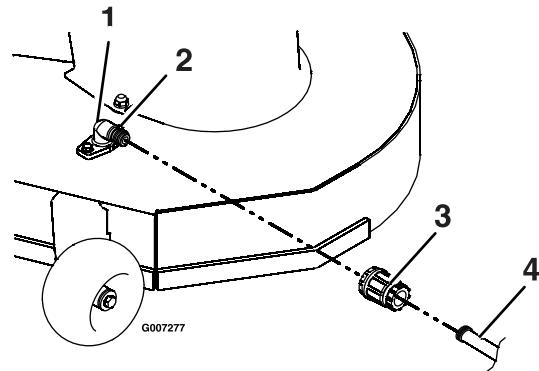

Figura 57
3. Montate il manicotto del tubo flessibile sul raccordo di lavaggio del tosaerba, quindi aprite il rubinetto per erogare un getto forte (Figura 57).